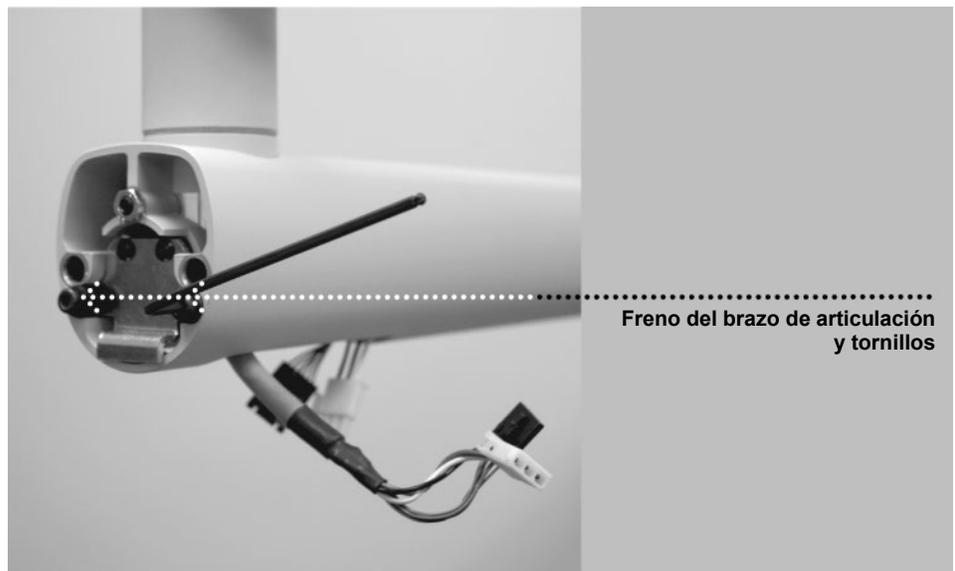

Figura 22
3. Con una llave Allen de 3 mm, instalar el freno del brazo de articulación. Ajustar los tornillos hasta que el freno de brazo de articulación entre en contacto con el eje del brazo de articulación. Si se necesita mayor rozamiento para evitar que se incline, ajustar los dos tornillos de manera pareja $\sim\frac{1}{4}$ de vuelta por vez hasta que la inclinación cese, como se muestra en la *Figura 22*.